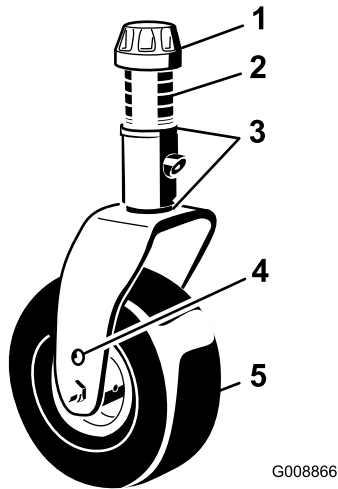

Figura 107
1. Togliete il cappuccio di tensione dall'asse del perno della ruota orientabile ed estraete il perno dal braccio della ruota orientabile (Figura 107).
Rimuovete il cappuccio di tensione e la forcella della ruota orientabile (Figura 107).